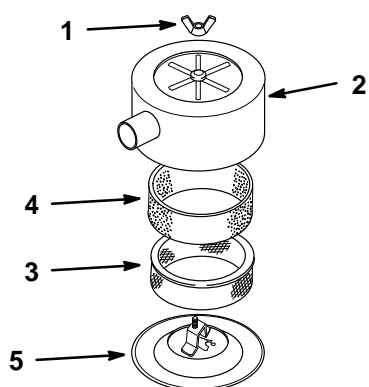

Figure 13
3. Nettoyer les abords du filtre à air pour éviter d'introduire dans le moteur des impuretés qui pourraient l'endommager. Dévisser le bouton et déposer le capot du filtre à air (Fig. 13).
4. Retirer délicatement l'élément en mousse qui entoure l'élément en papier, en le faisant glisser (Fig. 13).
5. Dévisser l'écrou du couvercle et déposer le couvercle et l'élément en papier (Fig. 13).